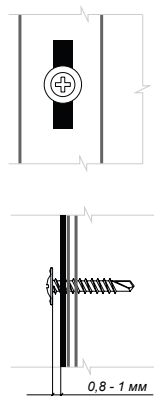

Рис. 18
■ Прижмите панель к обрешетке и закрепите саморезами в гвоздевую полку. Прикручивайте панель от центра к краям. Не крепите сайдинг слишком плотно. Оставьте расстояние примерно 0,8 – 1 мм между нижним краем шляпки самореза и панелью так, чтобы она имела свободный ход по вертикали. Саморез вкручивается в центр перфорированного отверстия. Если отверстие не попадает на обрешетку, сделайте отверстие просекателем (рис. 18).